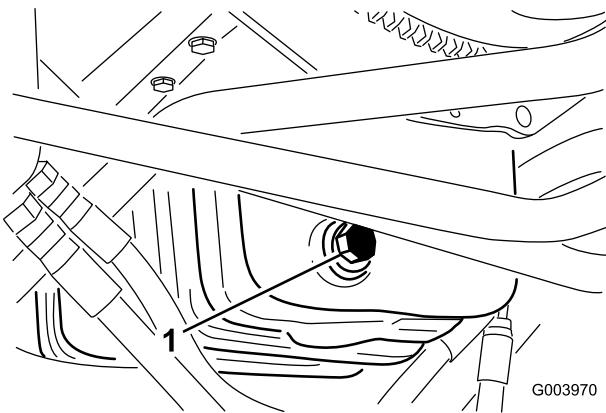

Рисунок 63
- Снимите сливную пробку (Рисунок 63) и дайте маслу стечь в сливной поддон.